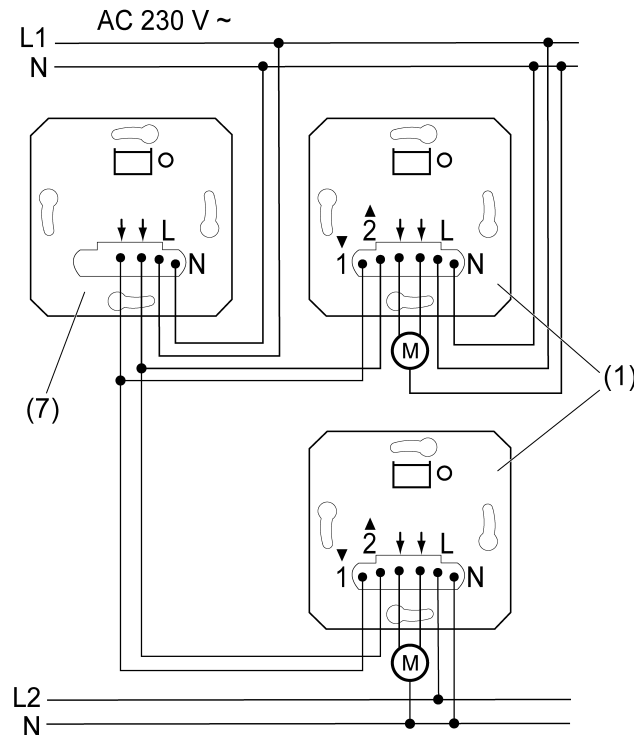

Bild 4: Anschlussbeispiel Gruppensteuerung
Der Jalousieeinsatz kann in eine Gruppensteuerung integriert werden (Bild 4), entweder für die Vor-Ort-Steuerung (1) oder als Zentralgerät (7).
- Die Jalousieeinsätze nach Anschlussbeispiel (Bild 4) anschließen. Dabei können die Jalousieeinsätze auch an unterschiedlichen Außenleitern liegen.